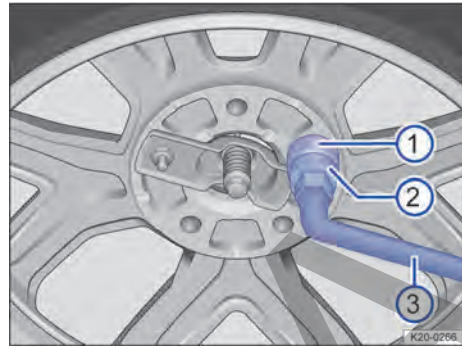

Fig. 196 Retirar la protección antirrobo.
1. Saque el adaptador para la protección antirrobo → Fig. 196 ② y la llave de rueda → Fig. 196 ③ de las herramientas de a bordo.
2. Retire la tapa de la tuerca de seguridad → Fig. 196 ①.
3. Encaje el adaptador para la protección antirrobo ② y la llave de rueda ③ en la tuerca de seguridad ①.
4. Desenrosque completamente la tuerca de seguridad ① en el sentido contrario al de las agujas del reloj con la llave de rueda ③.